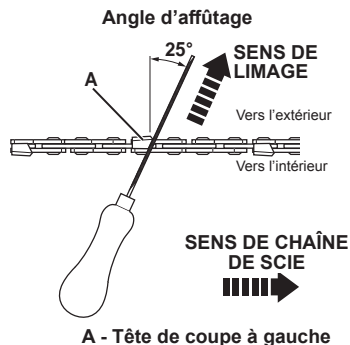

Fig. 18
3. Limez à un angle perpendiculaire au guide-chaîne, et à un angle de 25° en relation à la direction du déplacement (Fig. 18).
4. Placez la chaîne de scie autour du pignon (Fig. 21) tout en alignant la fente dans le guide-chaîne avec le boulon interne à la base de la scie et le goujon de tension de la chaîne dans l'orifice du guide-chaîne (Fig. 18). Il se peut que le goujon de tension de la chaîne doive se faire ajuster afin de bien s'aligner avec l'orifice dans le guide-chaîne. Utilisez la roue tendeuse de la chaîne pour ajuster son emplacement jusqu'à ce qu'il s'emboîte dans le guide-